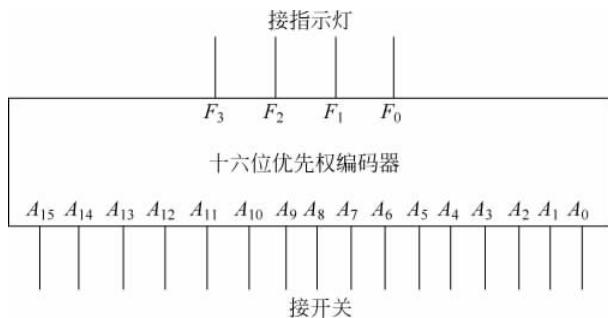

图 5.4.1 十六位优先权编码器电路示意图
- (1) 用 GAL 实现一个十六位优先权编码器。
- (2) 按图 5.4.1 进行设计，绘出逻辑图和引脚分配图。
- (3) 使十六位输入的优先级别为从  $I_0$  至  $I_{15}$  由低至高，即当  $I_{15}$  为有效时，则屏蔽其他输入。
- (4) 正确形成源程序文件、列表文件、JEDEC 文件。
- (5) 正确编辑熔丝图，并把熔丝图写入 GAL 芯片。